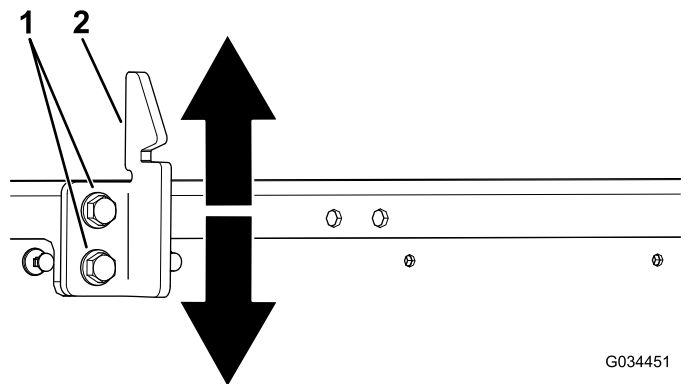

Figure 56
3. Desserrez les 2 boulons sur la gâche du loquet et montez ou descendez la gâche selon qu'elle est trop haute ou trop basse (Figure 56).
4. Serrez les 2 boulons sur la gâche du loquet du plateau (Figure 56).